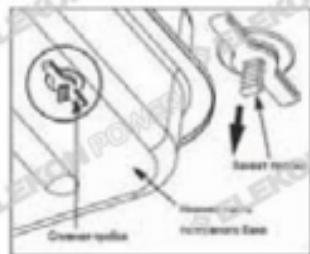

Рис. 5. Извлечение сливной пробки
1. Извлеките сливную пробку из топливного бака как показано на рис. 5 и спите топливо.